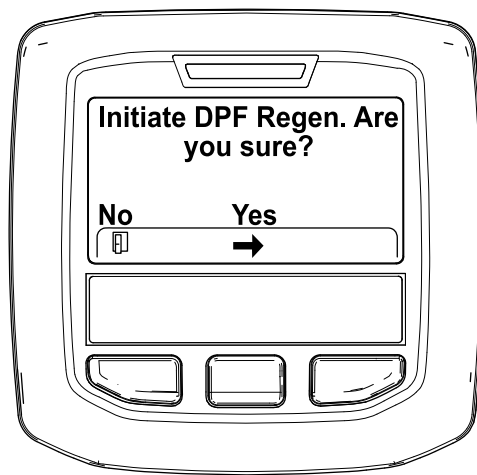

Figura 32
- Cuando aparezca el mensaje "Initiate DPF Regen. Are you sure?" (Iniciar regeneración de DPF, ¿está seguro?), pulse el botón central (Figura 32).